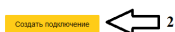

Рисунок 2 – Страница с настройками подключения ПО «Конфигуратор»
Интерфейс страницы с настройками подключения ПО «Конфигуратор» представлен на рисунке 2. Для перехода на эту страницу необходимо в строке навигатора главной страницы нажать на вкладку «Настройки подключения» (см. 1, рисунок 2).
- при нажатии на кнопку «Создать подключение» (см. 2, рисунок 2) вызвать модальное окно с параметрами для добавления нового подключения к ПУ;